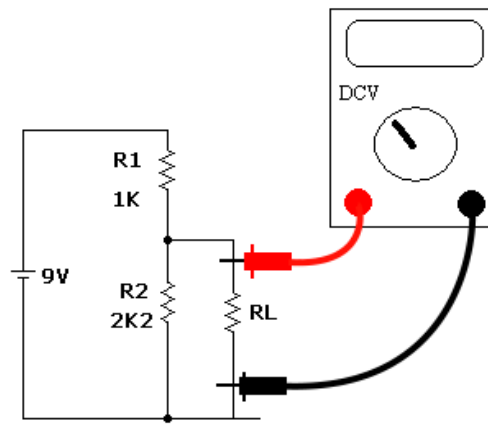
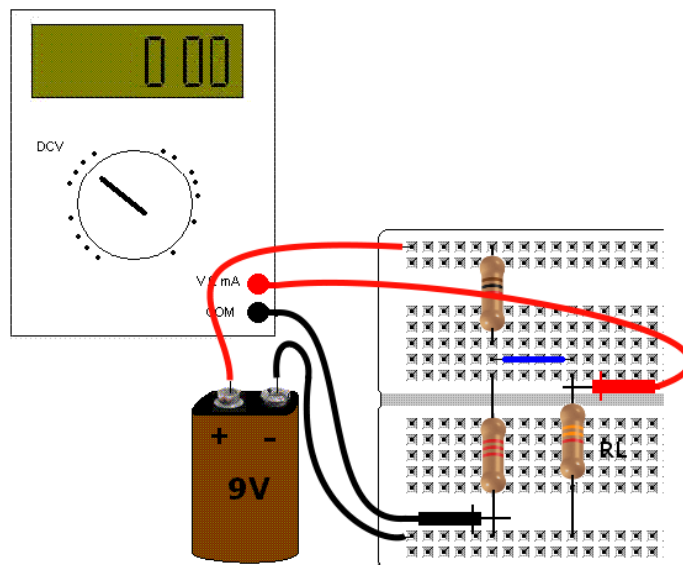

Figura 6 – Divisor de tensão com carga
Figura 7 – Divisor de tensão com carga
- 4) Para o circuito da Figura 6 calcule a tensão na carga (R_L) Para os dois valores de carga da tabela 2. Anote os valores na tabela 2.
- 5) Monte o circuito da Figura 6 na MP de acordo com o *layout* sugerido da Figura 7. Meça a tensão na carga (RL) primeiramente considerando RL=3k3 e depois para RL=100 k.